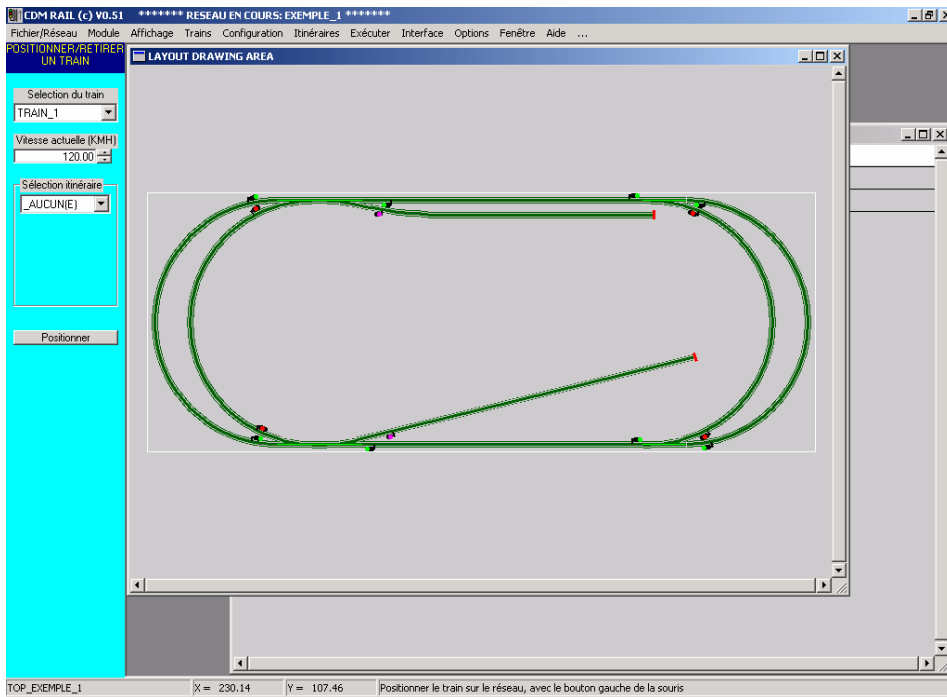

Figure 8-1: Ecran de positionnement des trains.
- La première (figure 8-1) est la fenêtre du réseau (nommée en anglais: "Layout Drawing Area").
Le menu de gauche (figure 8-1 et 8-2) contient trois champs de saisie.